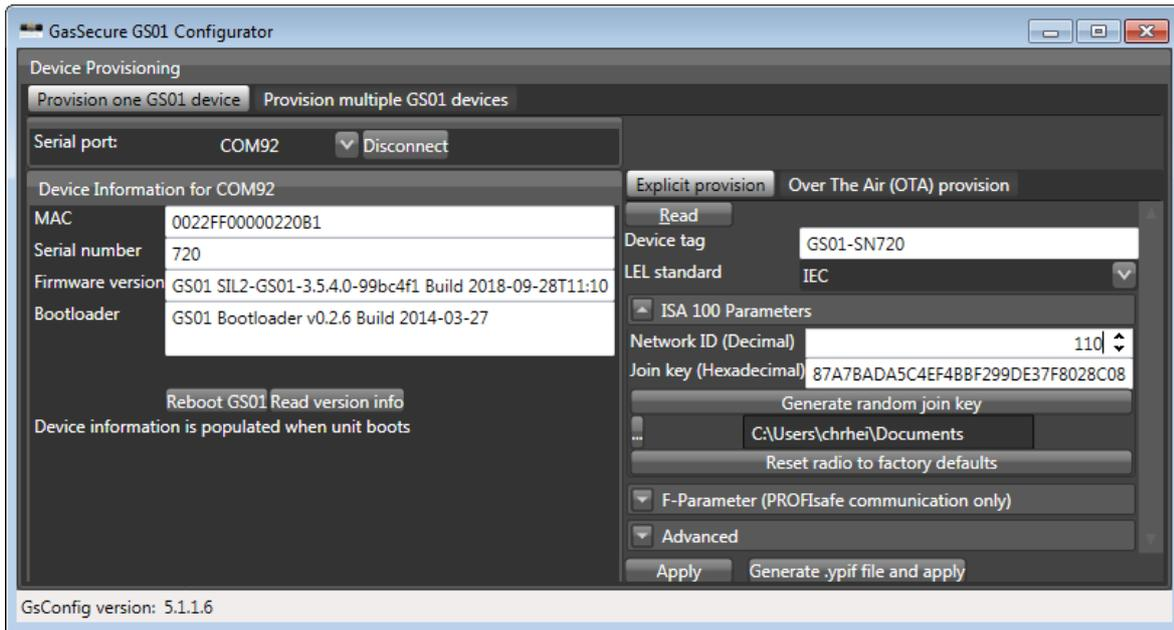

Figura 3-1: GS01 Configurator
- b) Ejecutar GS01 Configurator y seleccionar el puerto COM correcto. Mantener el modo predeterminado "Provision one GS01 device" (Aprovisionar un dispositivo GS01). Pulsar el botón "Connect" (Conectar) y comprobar que se muestra la información del dispositivo, cf. Figura 3-1. Pulsar el botón "Read version info" (Leer información de versión) si no aparece automáticamente la información del dispositivo. Pulsar el botón "Read" (Leer) para que se muestre el estado de aprovisionamiento actual del dispositivo. Mantener "Explicit provision" (Aprovisionamiento explícito).
- c) Introducir la etiqueta del dispositivo⁵ y la ID de red requerida en formato decimal⁶, consultar Figura 3-1.
- b) Ejecutar GS01 Configurator y seleccionar el puerto COM correcto. Mantener el modo predeterminado "Provision one GS01 device" (Aproveccionar un dispositivo GS01). Pulsar el botón "Connect" (Conectar) y comprobar que se muestra la información del dispositivo, cf. Figura 3-1. Pulsar el botón "Read version info" (Leer información de versión) si no aparece automáticamente la información del dispositivo. Pulsar el botón "Read" (Leer) para que se muestre el estado de proveccionamiento actual del dispositivo. Seleccionar "Over The Air (OTA) provision".